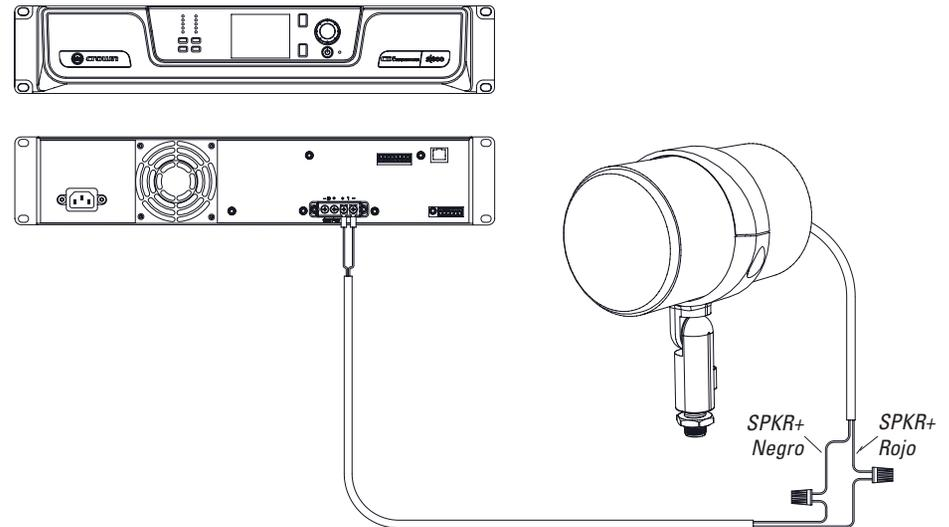

Figura 21
- Conecta el cabo de entrada de altavoz rojo (+) con el cabo (+) de la salida del amplificador y el cabo de entrada de altavoz negro (-) con el cabo (-) procedente del amplificador (consulta la Figura 21). Utiliza conectores a presión o de torsión para realizar la conexión. Para disfrutar de mayor fiabilidad, realiza la conexión dentro de una caja de empalmes eléctricos impermeable IP65 subterránea.